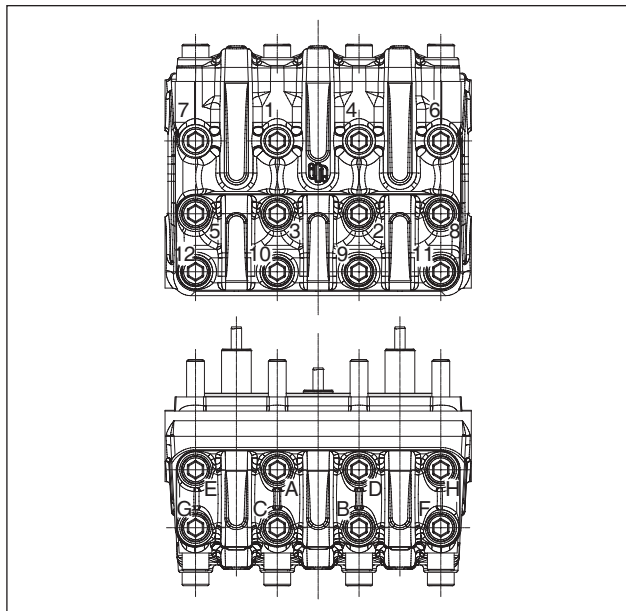

Fig. 29
** Os parafusos de fixação do cabeçote pos. de explosão 13 devem ser apertados com chave dinamométrica, respeitando a ordem relacionada no esquema da Fig. 29.
*** Os parafusos de fixação da tampa das válvulas pos. de explosão 10-13 e pos. de explosão 22 devem ser apertados com chave dinamométrica, respeitando a ordem relacionada no esquema da Fig. 29.